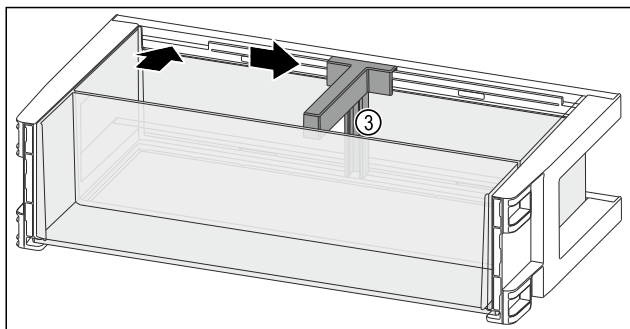

Fig. 119
- Вставте тримач пляшок Fig. 119 (3) у паз.
- Пересуньте тримач пляшок Fig. 119 (3) убік до бажаної позиції.